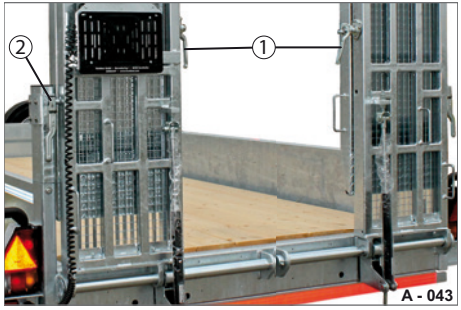

Abb. 45 Auffahrrampe, zweiteilig gesichert
- ▶ Sichern Sie die Auffahrampen seitlich mit den Sicherungsverchlüssen (Abb. 45/2).
- ▶ Prüfen Sie, dass der obere Teil der Auffahrampen mit den Drehhebel-Verschlüssen (Abb. 45/1) gesichert sind.